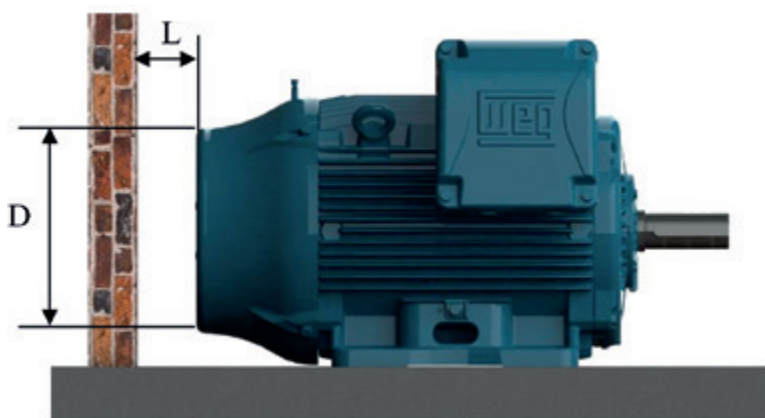

Figura 7.1 - Distância mínima do motor até a parede
- Que entradas e saídas de ar estejam completamente desobstruídas. O mínimo espaço livre até a parede mais próxima (L) deve ser $\frac{1}{4}$ do diâmetro da entrada de ar da defletora (D), conforme Figura 7.1. O ar na entrada do motor deve estar na temperatura ambiente.